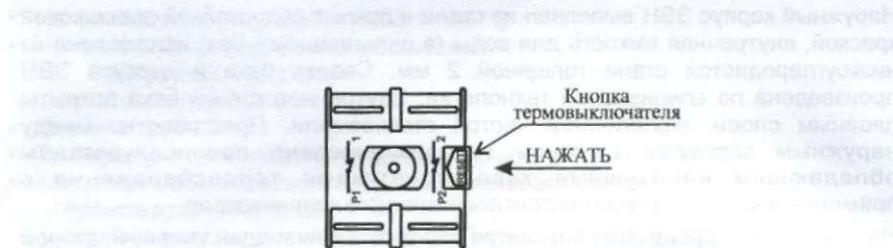

Рисунок 2 - Лицевая панель термовыключателя в моделях W80VH1 ,W100VH1
- Термовыключатель служит для защиты ЭВН от перегрева воды, и отключает его от электросети при превышении температуры воды выше 95° С (лицевая панель термовыключателя показана на рис.2).